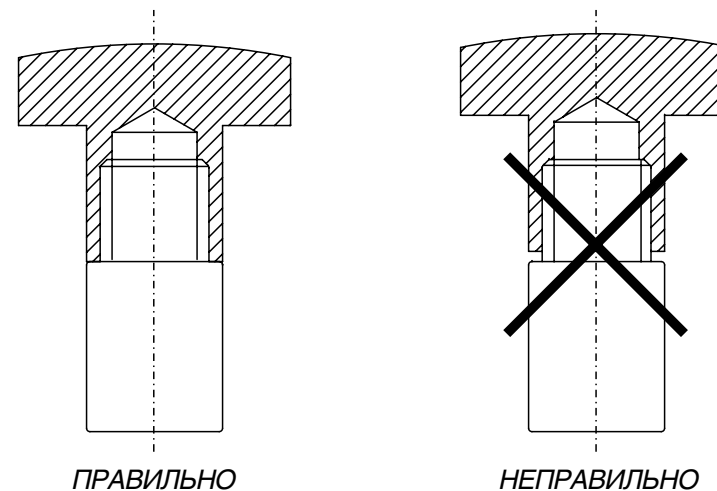

Рис. 3
- 6.2.6. Подберите рихтующую насадку соответствующего профиля и смонтируйте её при помощи резьбового соединения на сменный штوك необходимой длины до полного соприкосновения (См.Рис.3). Установите штук во втулку поршня гидроцилиндра.